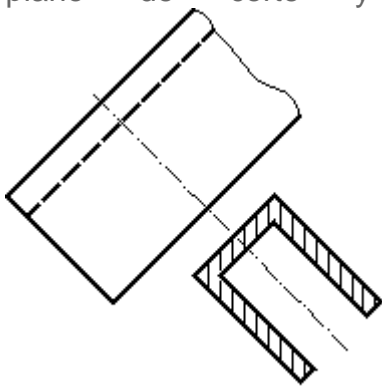

FIGURA 3
2. **Secciones abatidas con desplazamiento.** Se representarán delimitadas por una línea gruesa. La sección desplazada puede colocarse en la posición de proyección normal, cerca de la pieza y unida a esta mediante una línea fina de trazo y punto (*figura 3*), o bien desplazada a una posición cualquiera, en este caso se indicará el